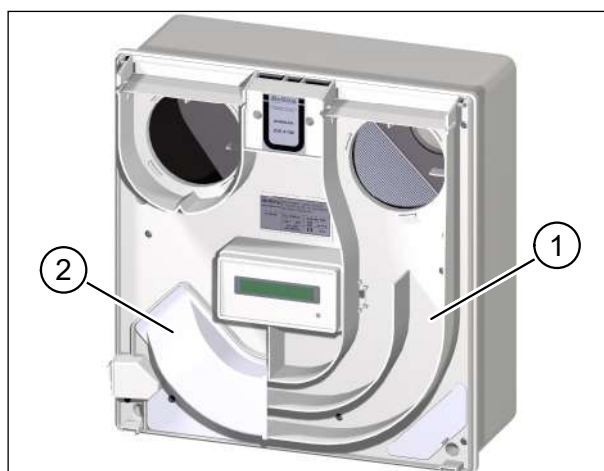

Abb. 11: Zuluflthaube und Zwischenplatte am Lüftungsgerät
- Entfernen Sie auf keinen Fall die Zuluflthaube (Pos. 1 in Abb. 11) oder die Zwischenplatte des Lüftungsgerätes (Pos. 2 in Abb. 11).